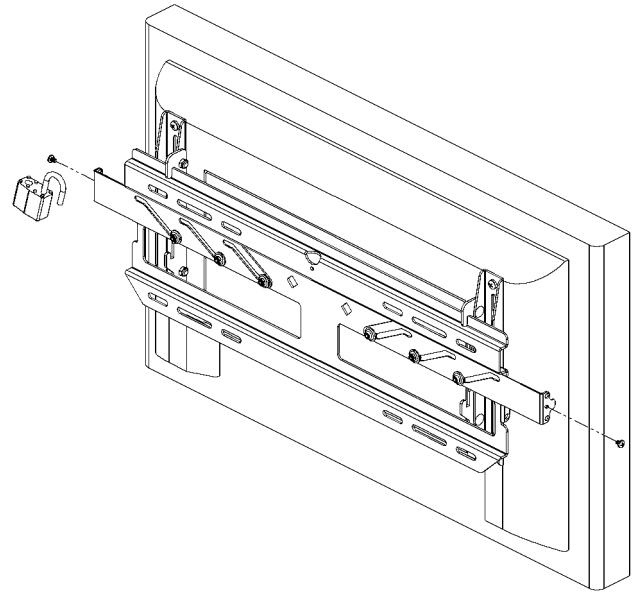

Figura 10. Rimozione degli elementi di sicurezza
1. Se presenti, rimuovere le viti autofilettanti (70) e/o i lucchetti da entrambi i lati della piastra a parete. Questi elementi forniscono sicurezza (figura 10).